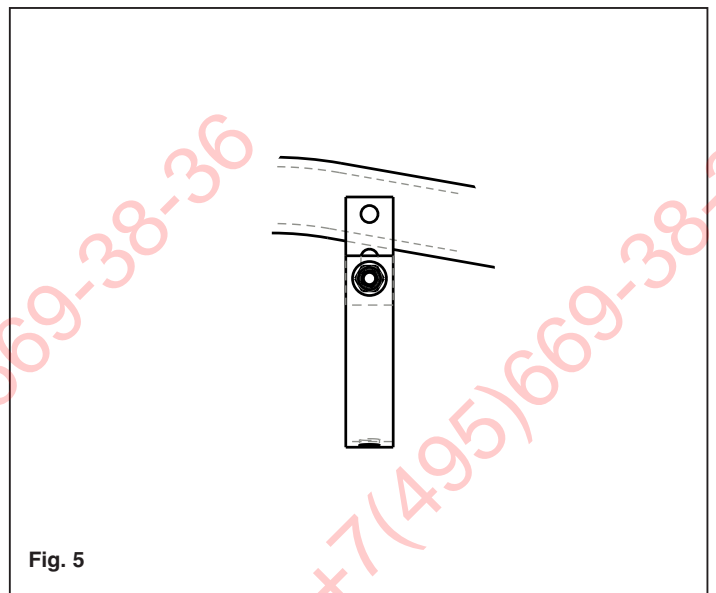

Fig. 5
15. Anbring støtten H og monter denne ved punkterne I. Se fig. 5.